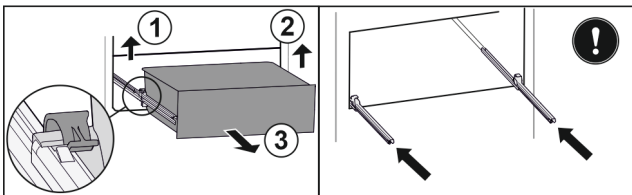

Fig. 106
- ▶ Sollevare il morsetto sinistro e allo stesso tempo tirare in avanti il cassetto sinistro. Fig. 106 (1)
- ▶ Sollevare il morsetto destro e allo stesso tempo tirare in avanti il cassetto destro. Fig. 106 (2)
- ▶ Rimuovere il cassetto tirandolo in avanti. Fig. 106 (3)